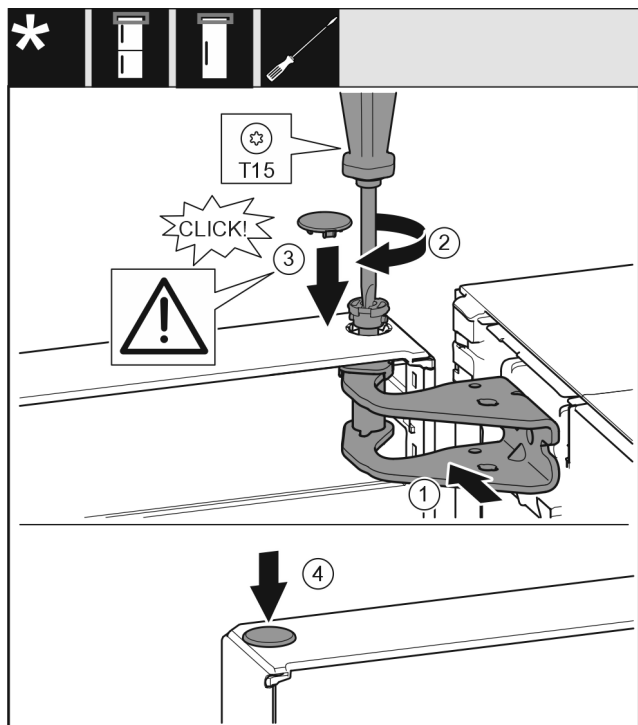

Fig. 20
- ▶ Igazítsa be az ajtót felül a csapágycak nyílásához Fig. 20 (1).
- ▶ Helyezze be a csapszeget Fig. 20 (2), és húzza meg csavarhúzóval.
- ▶ Szerelje fel az ajtót biztosító biztonsági fedelet Fig. 20 (3): Helyezze fel a biztonsági fedelet, és ellenőrizze, hogy felfekszik-e az ajtóra. Egyébként a csapszeget teljesen helyezze be.
► Helyezze be a dugót Fig. 20 (4).